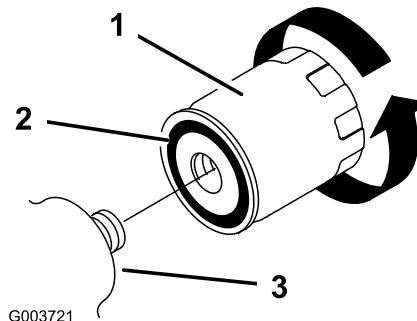

Bild 37
5. Entfernen Sie den alten Filter (Bild 37) und wischen Sie die Dichtfläche am Anbaustutzen ab.
6. Ölen Sie die Gummidichtung am Ersatzfilter leicht mit Frischöl ein (Bild 37).
7. Drehen Sie den Austauschfilter auf den Anbaustutzen auf (Bild 37). Ziehen Sie ihn nach rechts fest, bis die Gummidichtung den Anbaustutzen berührt. Ziehen Sie ihn dann um eine weitere 1/2 Umdrehung fester.